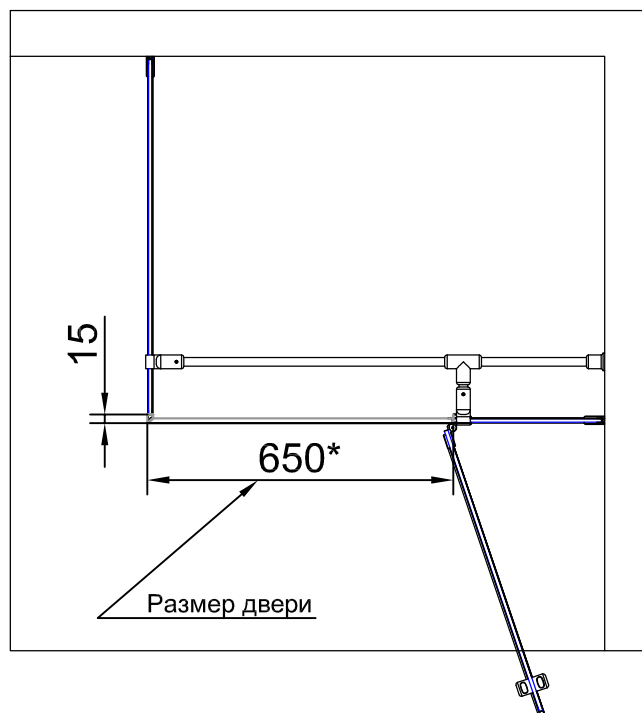

Рис. 16
5.5. Заготовку порошка разрезать по размерам рис.16.
Полученные детали порошка №11 приклеить к полу силиконовым герметиком, прижав детали к профилям №4 и №4* (рис.16).